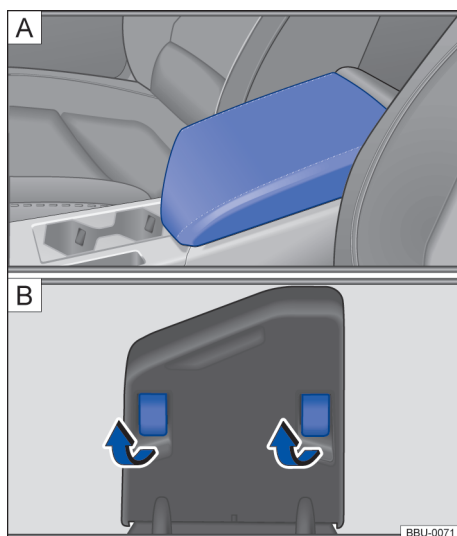

Fig. 78 Descansa-braço central dianteiro.
- Para *levantar* o descanso-braço central → Fig. 78 [A], puxar para cima e rebater os apoios de plástico no sentido da seta → Fig. 78 [B]. Em seguida, abaixar o descanso-braço central.
- Para *abaixar* o descanso-braço central → Fig. 78 [A], puxar para cima e rebater os apoios de plástico no sentido contrário ao da seta → Fig. 78 [B]. Em seguida, abaixar o descanso-braço central.